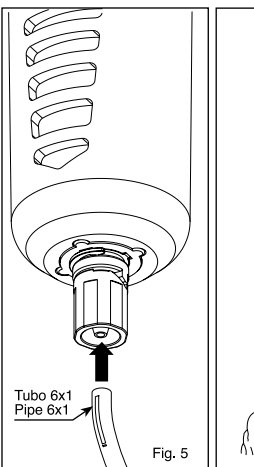

Fig. 5
**Kondensatableiss:** Es kann ein Rohr 6x1 eingesetzt werden, um das Kondensat abzuleiten (Abb. 5).
**冷凝物排放:** 可以通过连接一根6x1的管子进行冷凝物排放 (图5)。
**Слив конденсата:** Можно установить трубу 6x1 для слива конденсата (рис. 5).